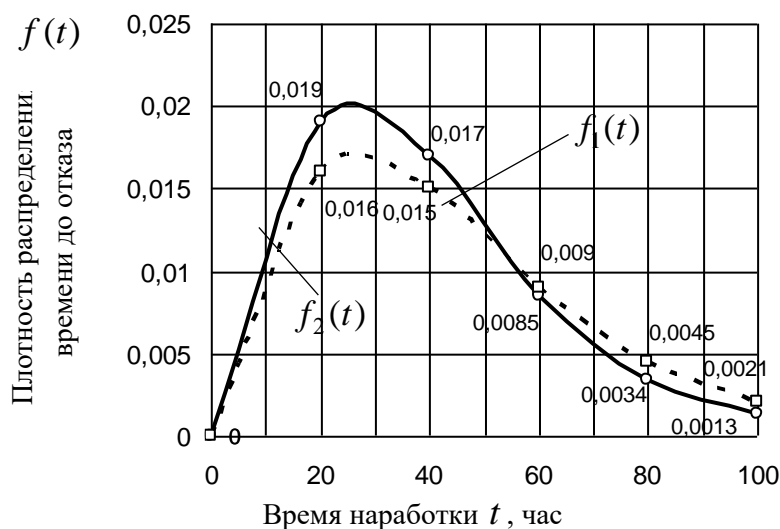

Рис. 6. Зависимости плотность распределения времени до отказа изделий от времени наработки
3. Определяем плотность распределения времени до отказа каждого изделия в интервале наработки до $t=100$ час через равные интервалы времени. Результаты расчетов записываем в табл. 3 и строим по ним график зависимости плотности распределения времени до отказа от времени наработки (рис. 6).
Выводы: Как видно из графиков (рис. 6) в диапазоне наработки от $t=0$ час до $t=60$ час плотность распределения времени до отказа для второго изделия $f_2(t)$ в 1,18...1,13 раза меньше, а в диапазоне наработки от $t=60$ час до $t=100$ час она увеличивается в 1,05...1,60 раза.